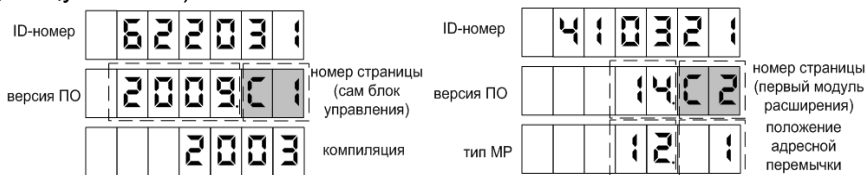

Рисунок 11
8.1 Для приведения устройства в рабочее состояние достаточно подать на него электропитание. После включения на табло отображается информация о версии ПО устройства (рисунок 11). Спустя 10 секунд показания на табло последовательно меняются на информацию о модулях расширения (при наличии). Переключение между страницами экранов